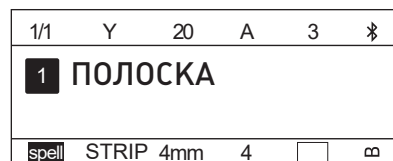

Рисунок 4.4-4
4) Введите текст или символы, например: П, О, Л, О, С, К, А ; На дисплее отобразится: 1: ПОЛОСКА. (Рис. 4.4-4)